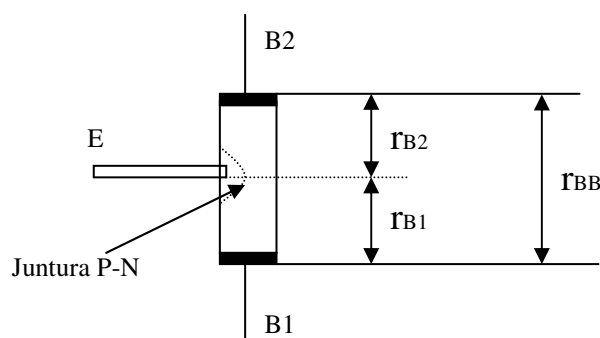

Figura 1
Los primeros TUJ (transistor unijuntura) estaban constituidos por una barra de silicio tipo N poco contaminada a la que se le suelda en los extremos unos contactos y se los denominan base 1 (**B1**) y base 2 (**B2**), figura 1. Esta barra es un simple cristal con una determinada resistencia r_{BB} que varía de 4 a 12Kohms, dependiendo de la contaminación, el dispositivo y la temperatura. En el centro (mas cerca de B1) se suelda un hilo de aluminio que crea una juntura P-N y este electrodo se denomina emisor (E), la barra queda de esta manera dividida en dos partes que se denominan r_{B1} y r_{B2} , cuyos valores dependen de la posición del electrodo de aluminio ya que la suma de $r_{B1} + r_{B2} = r_{BB}$.